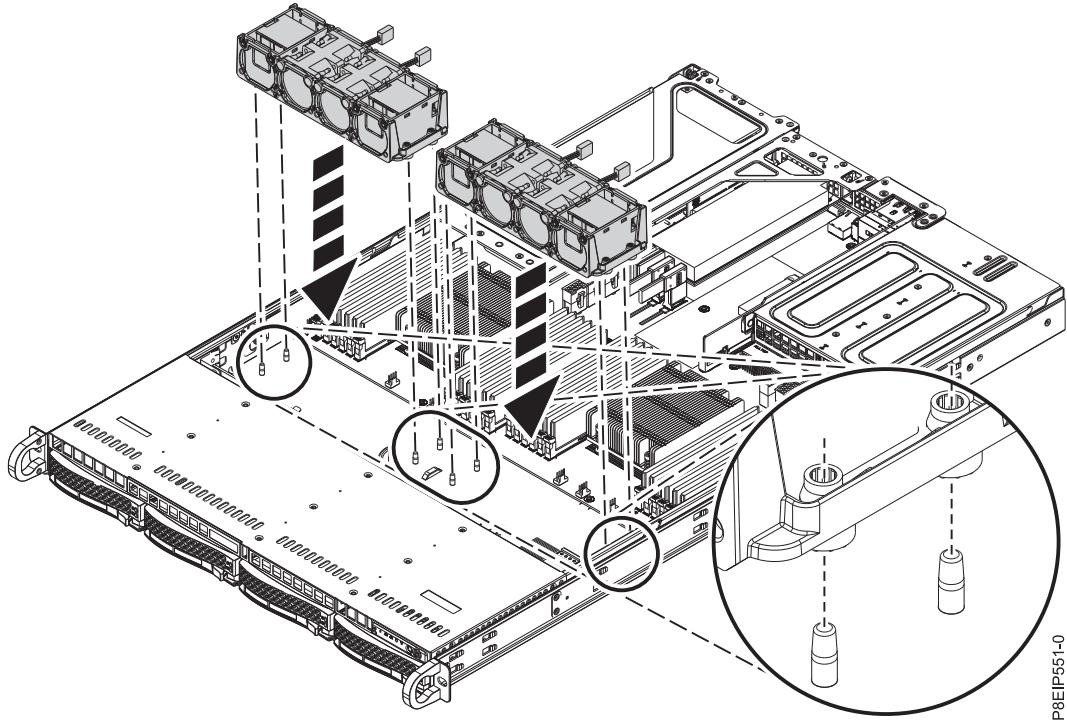

図 20. ファン・ホルダーの位置合わせ
3. ファン・ホルダーをシャーシに再取り付けします。 25 ページの図 20 に示されているように、ファン・ホルダーの穴とシャーシ下部のピンを位置合わせします。カバー・スイッチの近くにあるファン・ホルダーの場合は、一時的にカバー・スイッチのワイヤーを邪魔にならない位置に移動します。ファン・ホルダーがシステム内に収まつたら、ワイヤーをファン・ホルダーの横に戻します。